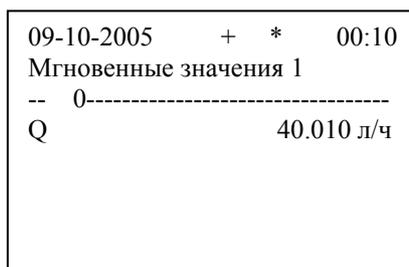

Рис. 3 – Экран ЖКИ в режиме «Мгновенные значения»
3.3.5 После первого цикла измерения (первый цикл длится 5-6 с, за исключением случая, когда в узле учета используется расходомер с импульсным выходом; в таком случае цикл измерения зависит от длительности импульса) вычислитель перейдет в режим «Мгновенные значения» и на экране ЖКИ появится форма, показанная на рис. 3, появление которой означает, что вычислитель исправен и готов к работе.
3.4.1.1 В этом режиме на экране ЖКИ вычислителя отображаются мгновенные значения измеряемых и вычисляемых параметров (рис. 3). По умолчанию вычислитель находится в данном режиме до тех пор, пока пользователь не переведет его в другой режим. После перезагрузки вычислителя (выключение/включение) он также возвращается в режим «Мгновенные значения».
3.4.1.2 На рис. 3 показана форма, соответствующая штатному состоянию, когда все ПП исправны, а сигналы находятся в пределах установленных диапазонов. Если значение какого-либо из параметров не определено, не соответствует уставке либо выходит за допустимые границы, вычислитель регистрирует нештатную ситуацию (НС), при этом на экране ЖКИ отображается соответствующая индикация. Особенности работы при различных НС описаны в п.3.5.